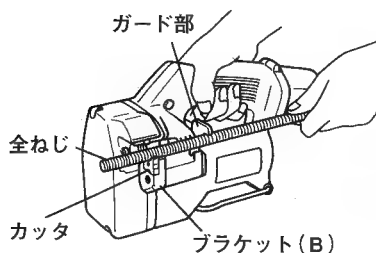

図 10
- 短い全ねじを切断するときなど、本体のガード部(図10参照)と全ねじのスキマに指をはさまないように注意してください。
- (2) 図10のように、切断する全ねじをブラケット(B)側のカッタに、ねじ山が正しくかみ合うようにセットします。
- (3) スイッチ引金をいっぱい引いて全ねじを切断します。
- (4) 切断後、ブラケット(A)が上方に上がりきったときスイッチを切りますと、カッタが開いた状態で停止し、次の作業がしやすくなります。